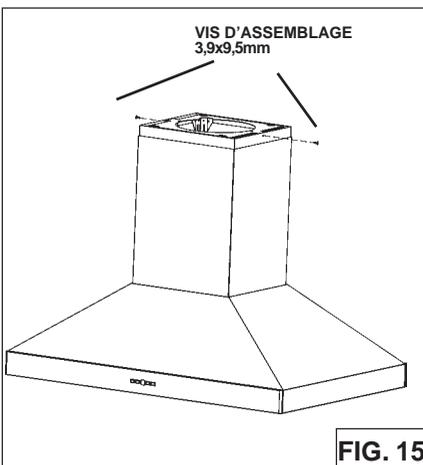

FIG. 15
1. Attache le conduit supérieur pour le châssis de support supérieur avec les vis de montage de 3,9 x 9,5 mm (Fig.15).